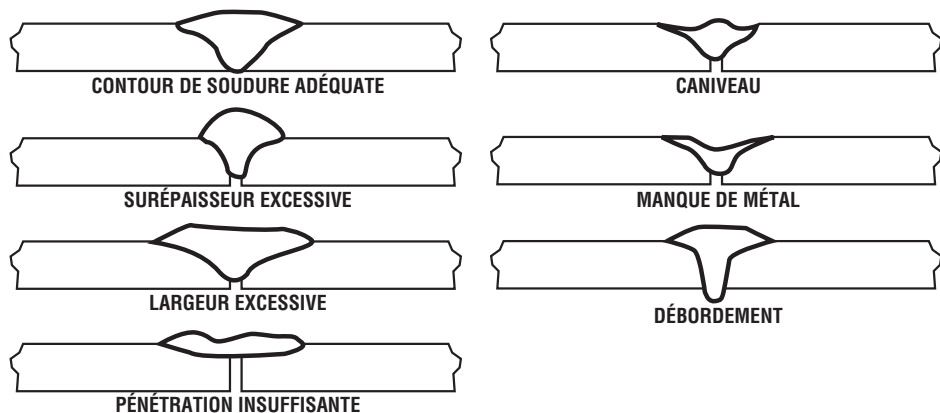

Figure 16 : Caractéristiques des bons et mauvais joints de soudure
7. Puisque l'angle du chalumeau préchauffe les métaux situés à l'avant du soudage, la dernière moitié du soudage est capitale. Augmentez l'apport de métal supplémentaire afin de garantir une surface de soudage lisse. Reportez-vous à la figure 16 pour les caractéristiques visuelles des bons et mauvais joints de soudure.